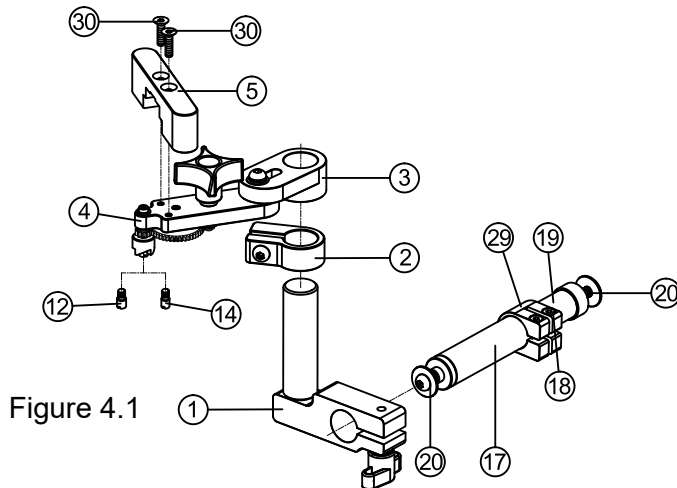
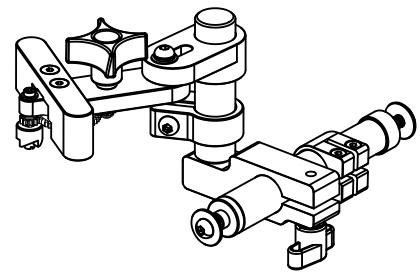

Figure 4.1
Figure 4.2
1. Utiliser des vis à tête plate à tête fraisée ③⑩ pour assembler la plaque de blocage ⑤ sur le corps principal ④.
2. Utiliser un tournevis à tête plate (SL4) pour installer le boulon pilote (PM Ø4.9 ⑫ ou FM Ø4.1 ⑭) sur le corps principal ④ pour le positionnement.
3. Comme le montre la figure 4.1, assemblez les pièces connexes dans l'ordre pour former l'assemblage illustré à la figure 4.2.